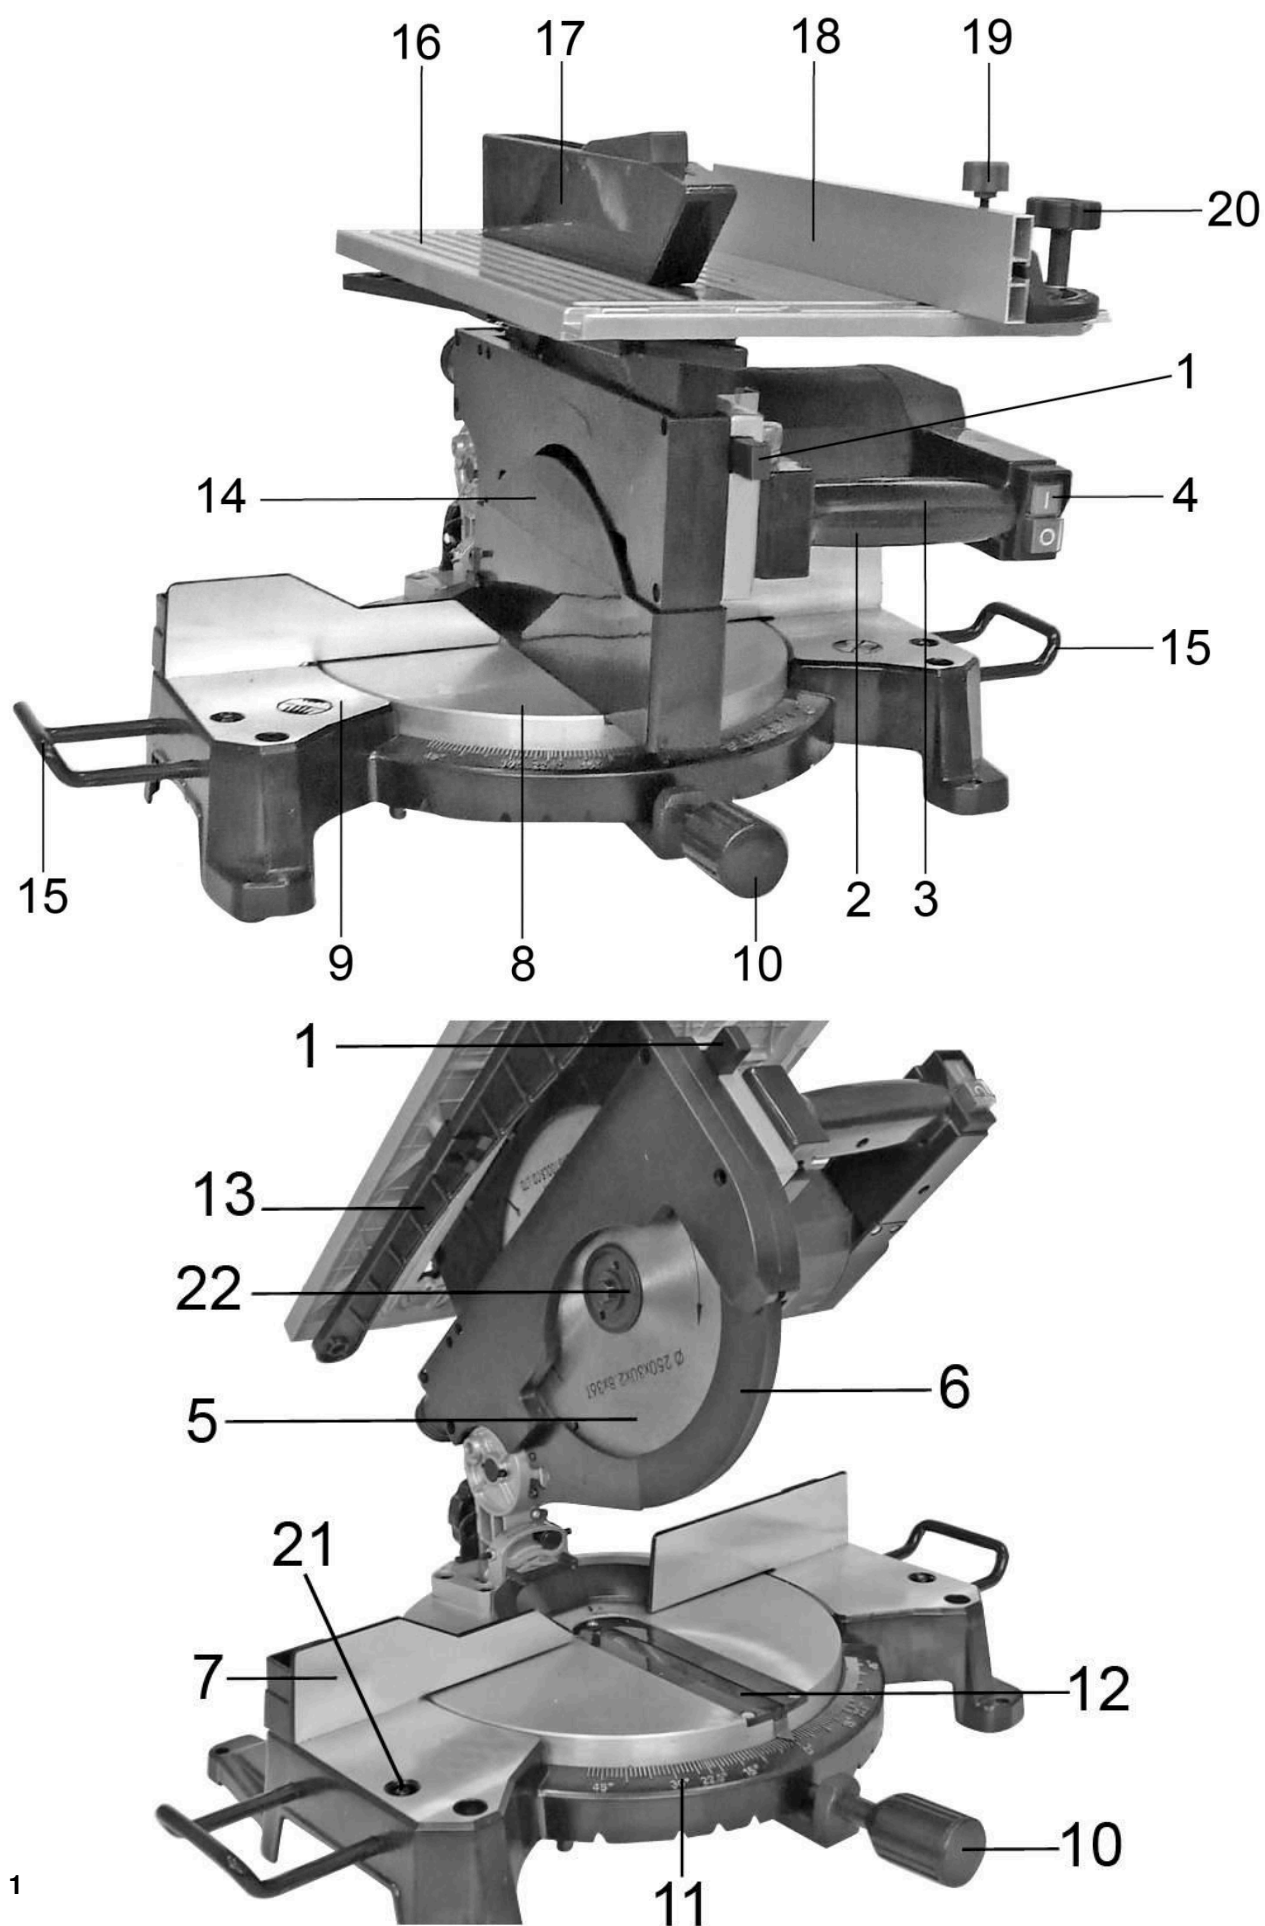
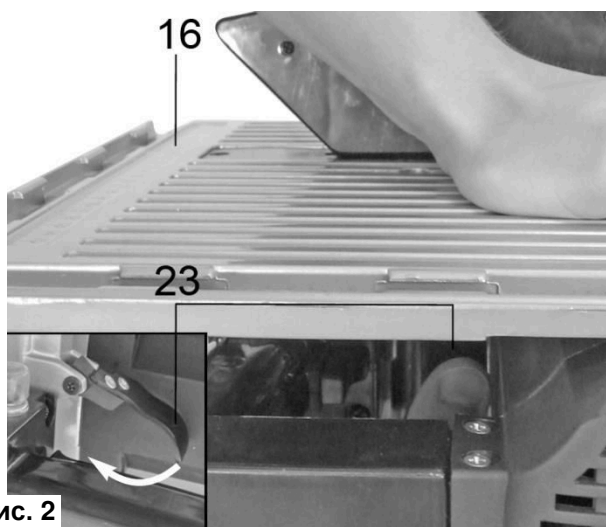
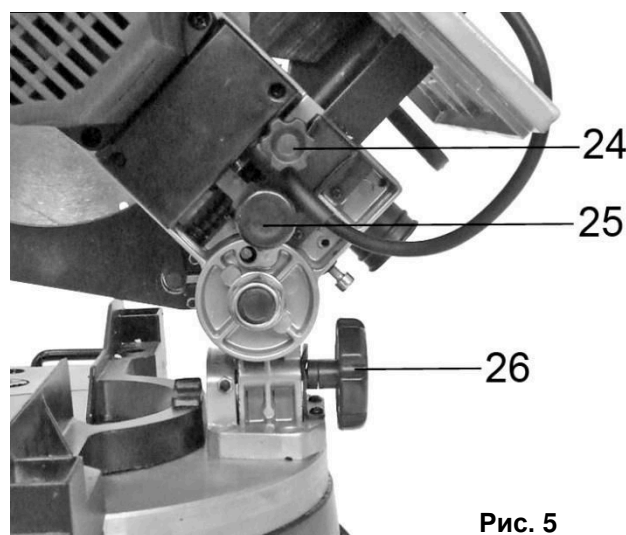

Рис. 1
Рис. 2
Рис. 5
- Для закрепления станина пилы (9)(См. Рис.1) имеет четыре отверстия. Через резьбовые отверстия закрепите основание к поверхности рабочего стола или верстака. Обязательно используйте при креплении плоскую и гровер-шайбу на каждый болт.
- Если размер заготовки от места распиливания до кромки ее конца превышает 50 см, то необходимо установить дополнительно выдвижные опоры (15)(См. Рис.1) в станину пилы.
- Вставьте в посадочные отверстия станины удлинители (15), зафиксируйте их положение винтами фиксации (21)(См. Рис.1).
- Для приведения пилы в верхнее положение отожмите рычаг фиксации (23) положения верхнего распиловочного стола (16)(См. Рис.2). Стол под воздействием пружины поднимется вверх, закрыв собой верхнюю кромку пильного диска.
- После этого, возьмите пилу одной рукой за рабочую рукоятку и слегка нажмите вниз, одновременно с этим другой рукой отожмите фиксатор (25) на себя, как показано на рисунке 3. Пила разблокируется и поднимется вверх.
- Возможно, потребуется немного ослабить винт фиксации наклона пилы (26), винт фиксации распиловочного стола (24)(См. Рис.5).
- Нажмите на кнопку-блокиратор (1)(См. Рис.1) и потяните пилу вниз. После зафиксируйте положение консоли пилы в сложенном состоянии, нажав на фиксатор (25)(См. Рис.5). Так же рекомендуется плотно затянуть соединение остальных винтов-фиксаторов.
- Пластиковый верхний защитный кожух (17)(См. Рис. 1; 6) служит для защиты пользователя от пильного диска при использовании пилы в качестве стационарного дискового распиловочного станка.
- Пластиковый верхний защитный кожух (17) устанавливается на стальном держателе - расклинивающем ноже, который обеспечивает развод распиленной заготовки в сторону и свободу вращения пильного диска.
- Приведите пилу в верхнее положение согласно инструкции. При приведении торцовочной пилы в верхнее рабочее положение сетевой выключатель (4)(См. Рис.1) блокируется.
- Рукоятка пилы (3) с внутренней стороны имеет специальную пусковую клавишу (2). В верхнем рабочем положении именно выключатель (2)(См. Рис.1) отвечает за включение / выключение пилы.
- Перед нажатием клавиши пускового выключателя (2), расположенной на рабочей рукоятке (3)(См. Рис.1), убедитесь, что пильному диску ничего не мешает, и он имеет свободное вращение.
- **Для включения пилы** нажмите на пусковую клавишу (2)(См. Рис.1). Подождите, пока пильный диск наберет максимальное количество оборотов.
- После этого нажмите на клавишу-блокиратор (1) и потяните консоль пилы за рукоятку (3)(См. Рис.1) на заготовку вниз, пока пильный диск не совершит необходимый пропил.
- **Для выключения пилы** – отпустите клавишу выключателя (2) и верните консоль пилы в исходное верхнее положение.
- Приведите пилу в нижнее положение согласно инструкции. При складывании торцовочной пилы в нижнее рабочее положение сетевой выключатель (2), расположенной на рабочей рукоятке (3) (См. Рис.1) блокируется.
- В нижнем рабочем положении кнопочный двухпозиционный сетевой выключатель (4) (См. Рис.1) отвечает за включение / выключение пилы.
- **Для включения пилы** нажмите на зеленую пусковую кнопку (4) (См. Рис.1). Приведите ее положение «1» (ВКЛ / ON). Подождите, пока пильный диск наберет максимальное количество оборотов.
- **Для выключения пилы** – нажмите на красную выключателя (4). Приведите ее положение «О» (ВЫКЛ / OFF).
- Для изменения глубины пиления требуется отрегулировать высоту верхнего распиловочного стола (16) (См. Рис.1; 8)
- Для изменения положения стола отожмите рукоятку фиксации (23) (См. Рис.2). Под воздействием пружины стол поднимется в верхнее положение.
- Для фиксации положения стола – закрепите пружинный фиксатор (23) (См. Рис.2) нажав на него.
- Для регулировки поворотного стола необходимо ослабить рукоятку фиксации (10) (См. Рис.1) поворота стола.
- Поверните стол до совмещения указателя угла поворота с выбранным значением шкалы (11) (См. Рис.1), нанесенной на станину пилы.
- Для изменения угла наклона пилы, удерживая пилу за рукоятку в верхнем положении, ослабьте установку винта фиксации наклона пилы (26) (См. Рис.5).
- Закрепите выбранное положение пилы, затянув винт фиксации наклона пилы (26)(См. Рис.5).